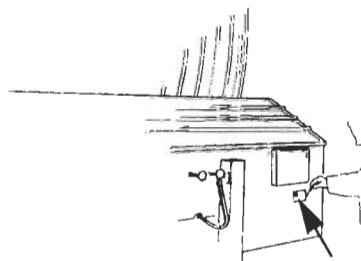

fig. 3
6) Mettere il cricchetto (fig.3) in posizione di non-lavoro 0. Per agevolare questa operazione inserire il volantino nella presa di forza PTO del riduttore e ruotare la bobina in senso orario.
6) Set the backstop (fig.3) in the idle position 0. To facilitate the operation connect the winding handle to the P.T.O power takeoff of the gearbox and rotate the reel clockwise.